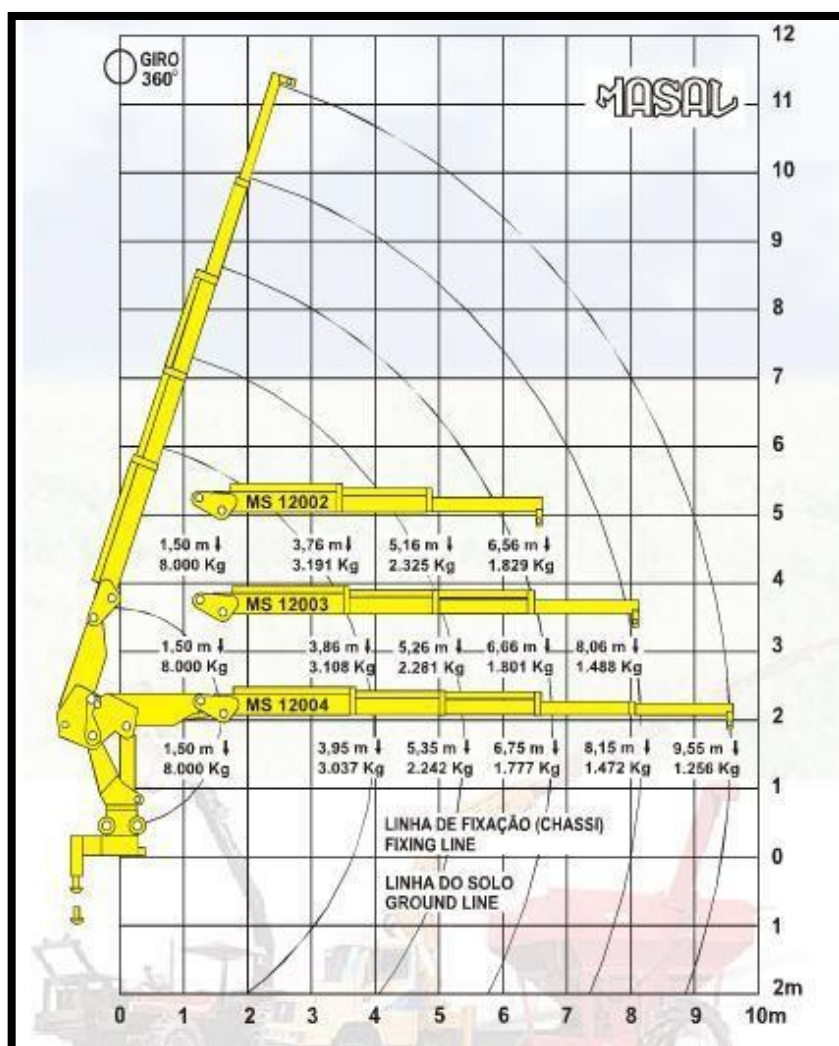

Figura 4 – Diagrama de força de cargas suportadas pelo Guindauto.
Passo 3 Entendimento dos Comandos Gerais a) Os comandos gerais podem ser de centro, com três ou cinco alavancas para os veículos de grande porte, laterais simples, ou duplos de seis alavancas para os veículos médios; b) As alavancas efetuam dois movimentos para o mesmo pistão que comandam, isto é, uma alavanca serve para estender ou recolher a lança, enquanto a outra serve para erguer ou abaixar as sapatas, e assim por diante (Verificar Figuras 2 e 3 – Anexo I); c) Os controles do comando geral consistem em alavancas de comando com acionamento em ambos os lados do Veículo, facilitando a operação local ou remota do guindauto (Figura 4 – Anexo I);	Eletricistas – a, b, c
c) Verifique no diagrama de potência a carga máxima permitida para a distância obtida (Figura 4) Nota 08: O peso do objeto a ser içado deve ser menor que a carga máxima permitida indicada pelo gráfico, para que possa ser movimentado, desde que não ultrapasse a distância máxima permitida para o peso do objeto, se o peso for maior que a carga máxima permitida indicada pela figura 4, não deverá ser feita a movimentação; d) Consulte no gráfico a distância necessária para que se possa efetuar o trabalho e reposicione o conjunto veículo e guindaste para que atinjam a distância necessária, estando dentro dos limites, realize a operação; e) Caso seja necessário auxiliar na condução, estabilização ou posicionamento da carga, deve-se fazer uso de cordas-guia;	O Eletricista é responsável por todas as etapas deste passo